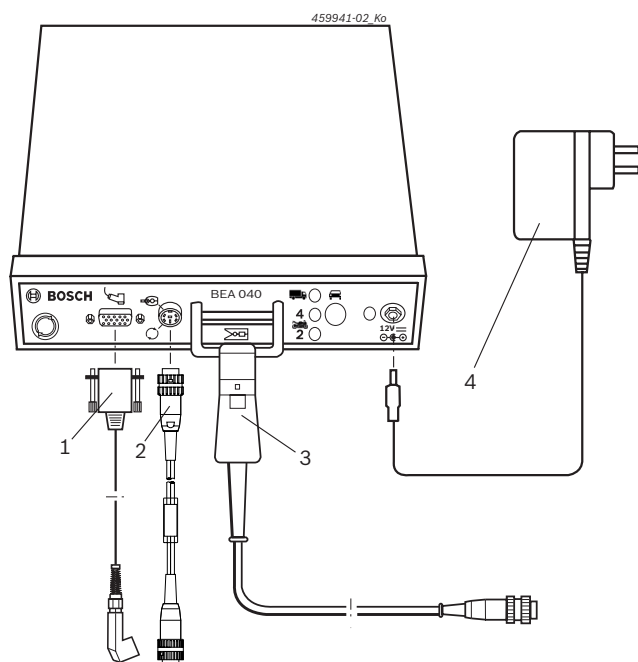

Рис. 3: Схема соединений
- ! Для дизельных автомобилей можно использовать соединительный провод для сигнала клеммного датчика (1 684 460 283). При этом металлическая часть штекера соединительного провода для сигнала клеммного датчика должна быть вставлена в испытательное устройство Bosch, а пластмассовая часть – в BEA 040. **Кроме того, зажим для присоединения провода к полюсным выводам В- необходимо подключить от испытательного устройства Bosch к металлическому корпусу комбинированного датчика (рис. 3, поз. 1).**